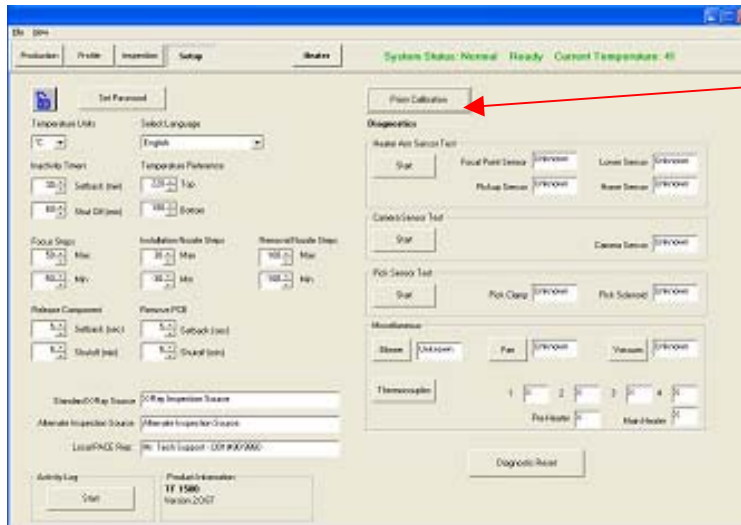

Figura 9
1. Seleccione la pantalla de configuración. (Figura 9)